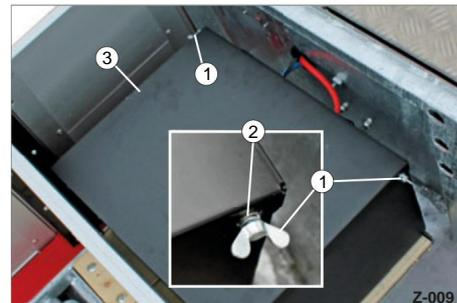

Fig. 13 Aprire il vano batteria
Ruotare i dadi ad alette su entrambi i lati sterna (Fig. 13/1).
Conservare i dadi ad alette con le rondelle (Fig. 13/2) in un luogo sicuro.
Sollevare il coperchio (Fig. 13/3) del vano batterie.
- ÿ Svitare i dadi ad alette su entrambi i lati (Fig. 13/1).
- ÿ Conservare i dadi ad alette con le rondelle (Fig. 13/2) in un luogo sicuro.
- ÿ Sollevare il coperchio (Fig. 13/3) del vano batterie.